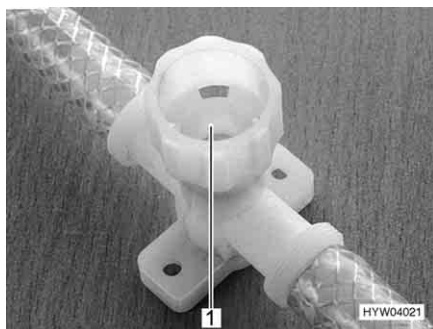

Bild 143 Avtappningskran för varmvattenaggregat
- Stäng alla avtappningskranar. Vrid då locken (Bild 143,1) medurs.
- Öppna alla avtappningskranarna till varmvattenaggregatet. Vrid då locken (Bild 143,1) moturs.